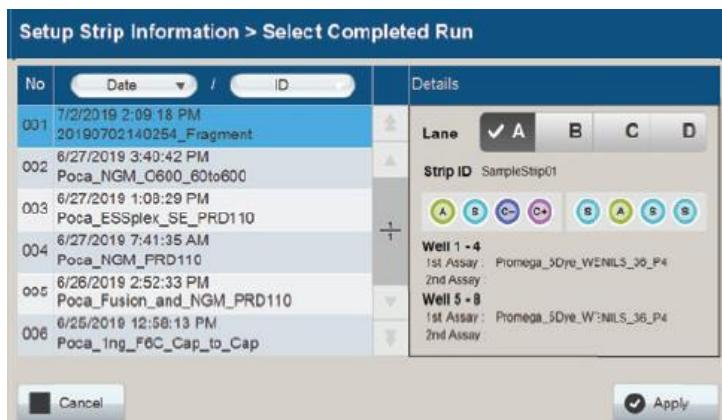

図 72 Select Completed Run 画面
2. 画面左側のリスト (図 72) から希望するランを選び、**Apply** を選択します。これにより、選択したランの情報が表示された Setup Strip Information 画面に戻ります。
- b. セクション 5.3 で作成した Run ID が、図 72 の完了したランのリストから選択したものと異なることを確認してください。